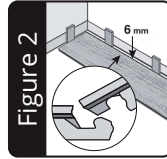
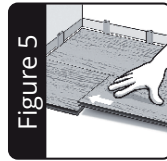
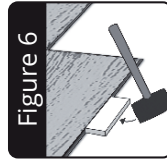
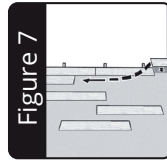

Figure 2
Figure 5
Figure 6
Figure 7
2. Die Verlegung sollte in einer Ecke begonnen werden (linksseitig) und mit der Nut zur Wand. Beachten Sie einen Randabstand von 6 mm, um Bewegungen des Unterbodens auszugleichen (Abbildung 2).
6. Rasten Sie das Panel dann eng an der ersten Reihe (lange Seite) mit einem Einbringwinkel von 10-20 Grad ein. Das zweite Panel verbinden Sie durch Einrasten an der langen Seite und anschliessendes Schieben zur kurzen Seite des ersten Panels. Üben Sie dann einfach einen leichten Druck aus. Siehe Abbildung 5. Verwenden Sie gegebenenfalls auch einen Schlagklotz und einen Gummihammer an den langen Seiten um sicherzustellen, dass die Paneele eng miteinander verbunden sind. Siehe Abbildung 6.
ANMERKUNG: Achten Sie beim Kürzen von RIGID SPC Paneelen darauf, dass Sie immer die kurze Seite mit der Feder abschneiden (Abbildung 2). Das verbleibende Stück kann dann am anderen Raumeende verwendet werden um die Reihe abzuschliessen (Abbildung 7), sofern die Grundfläche dies zulässt.
2. Installation should start in a corner (left hand) and proceed from the wall with the tongue facing the wall. Allow a minimum gap of 6 mm for subfloor movement which can be covered by molding (Figure 2).
6. Attach the plank tightly against the first row (long side) again at a 10-20 degree angle. Then attach the second plank by connecting the long side to the first row and sliding it up to the short end of the first plank. Then simply drop and press. See Figure 5. If necessary, use a tapping block and mallet on the long seams to ensure a nice tight fit. See Figure 7.
Note: When cutting Strong SPC for length, be sure to always cut the short side of the plank with the groove edge (Figure 2). The remaining piece can then be used on the opposite side of the room, at the end of that row (Figure 7) if layout permits.